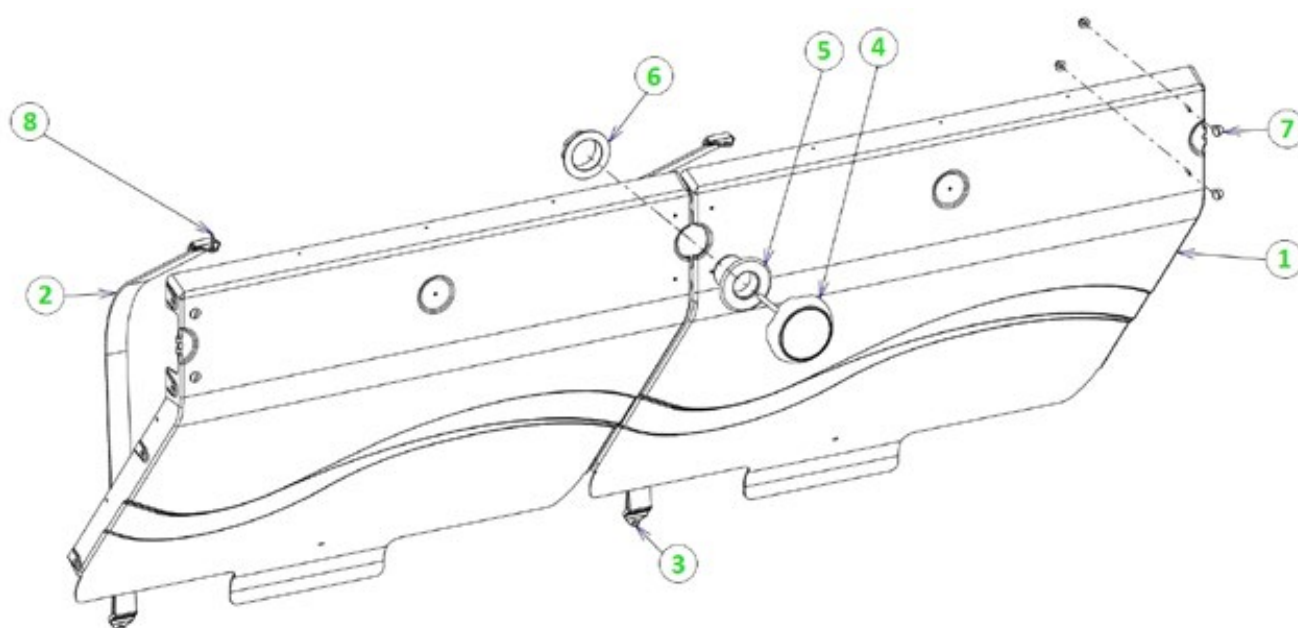

Figure 42 – Montage de la paroi de séparation et du projecteur
Les étapes de montage de la poutre sont illustrées à la Figure 42. La visserie nécessaire à ce montage se trouve dans le sachet Y. Sur cette figure, la paroi de bois est située entre les pièces 7 et 8, et le liner est situé entre les deux joints (7) en caoutchouc.
Montez les deux équerres de support de parois de séparation (12) sur les platines (5) par le biais de quatre écrous (14) et quatre rondelles (13) de diamètre 8 mm en inox A4. Les avancées sur lesquelles se situent les trous oblongs sur les équerres (12) doivent se situer du même côté de la poutre (voir zoom Figure 42).
Pour finir, fixez la paroi de séparation sur les équerres (pièce 12 de la Figure 42) grâce à quatre vis (7) à tête poêlier 8 × 16, quatre rondelles et quatre écrous de diamètre 8 mm en inox A4.